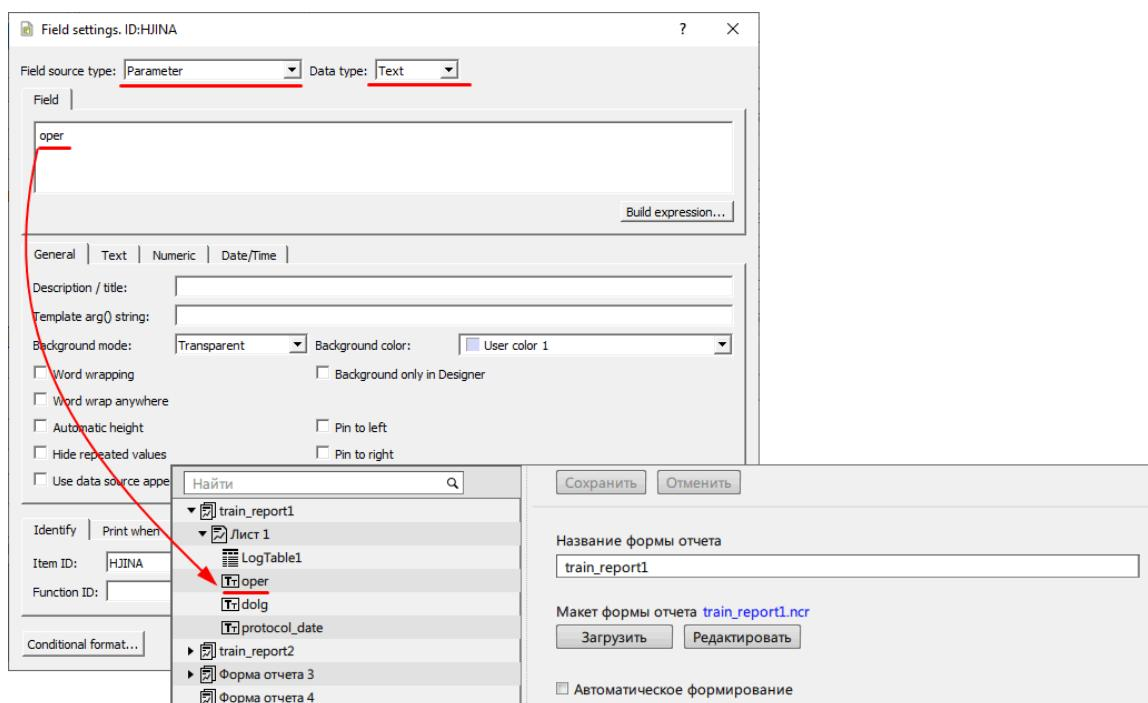

Рисунок 149 - Настройка текстовых данных
3. Впишите наименование текстового блока данных, как в настройках отчетов Redkit Configurator (Рисунок 149).